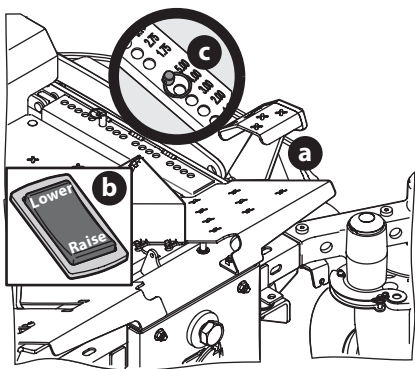

Fig. 30
1. Utilice el pedal de elevación de la plataforma (a) o presione la parte trasera del interruptor eléctrico de elevación de la plataforma (b) para elevar la plataforma a su posición más alta, coloque el pasador de horquilla (c) fijado a la cortadora de césped en el orificio deseado del posicionamiento de la altura de la plataforma y, a continuación, suelte lentamente el pedal de elevación de la plataforma (a) o baje lentamente la cubierta presionando la parte delantera del interruptor eléctrico de elevación de la plataforma (b) (Fig. 30).